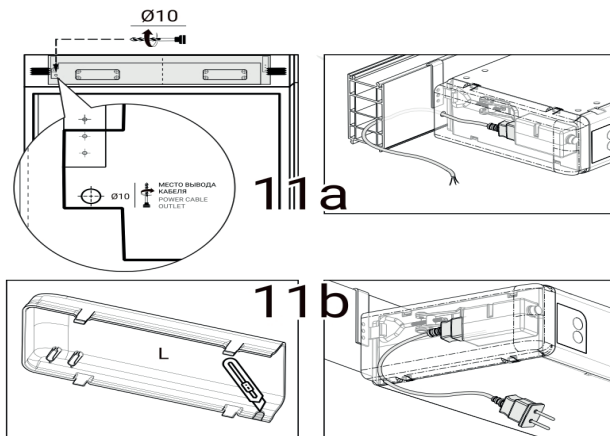

Рисунок 7 – Вывод сетевого кабеля
- ж) определиться с местом вывода сетевого кабеля установки (рисунок 7):